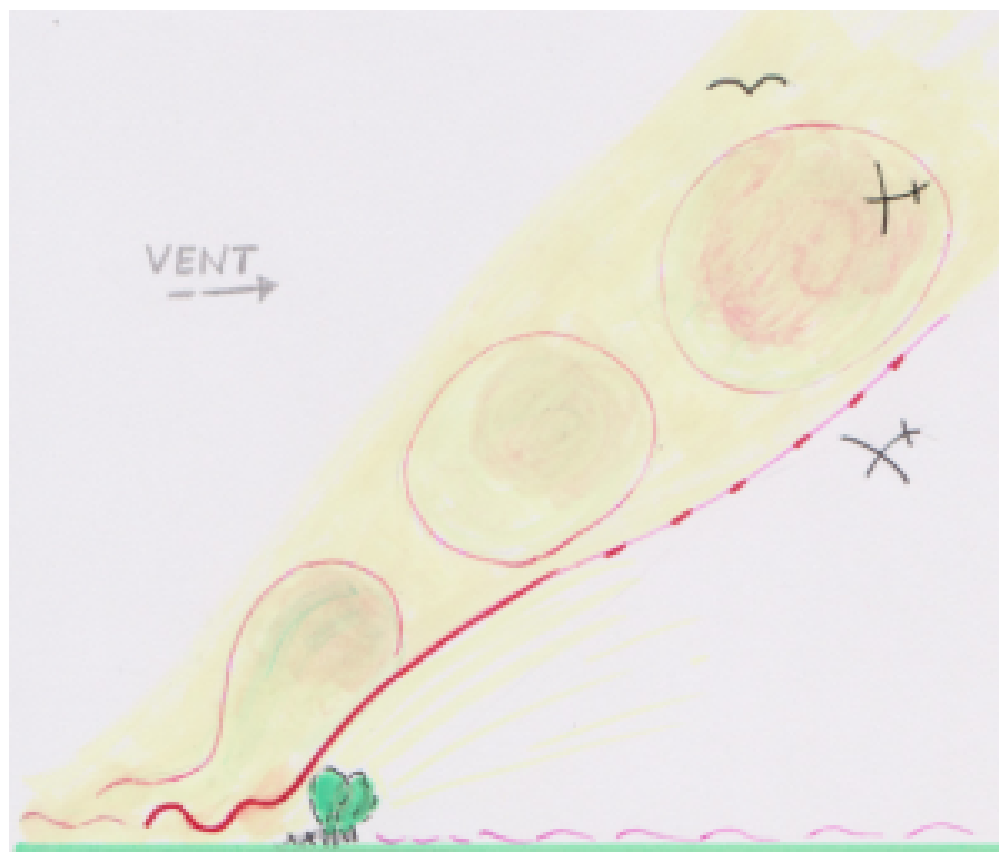

fig.14
- **10 km/h** Près du sol la bulle dérive avant de monter. En tenant compte de l'inclinaison des thermiques (fig 14) la recherche d'ascendance se fera sous-le-vent du tremplin et à une altitude proportionnelle à l'estimation de l'angle de montée de la bulle. Lorsque le vent disperse les bulles trop faibles et retarde la formation des thermiques exploitables, les ascensions sont plus distantes : il faudra transiter près du plafond et accrocher haut (...entre 50 et 100 m).